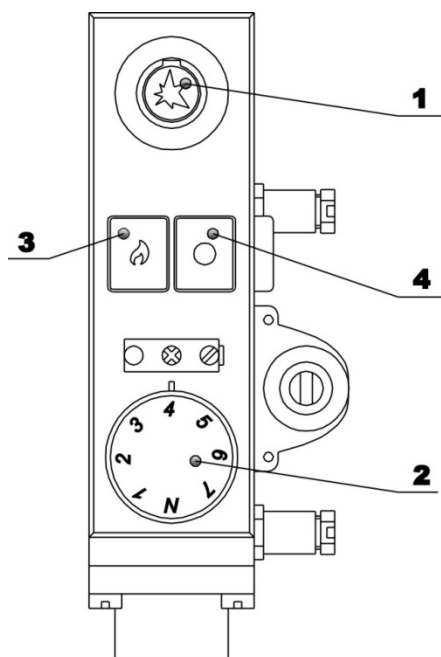

Рисунок 4. ПАНЕЛЬ УПРАВЛІННЯ АВТОМАТИКИ БЕЗПЕКИ
7.1 Включення апарата (див. рис. 4)